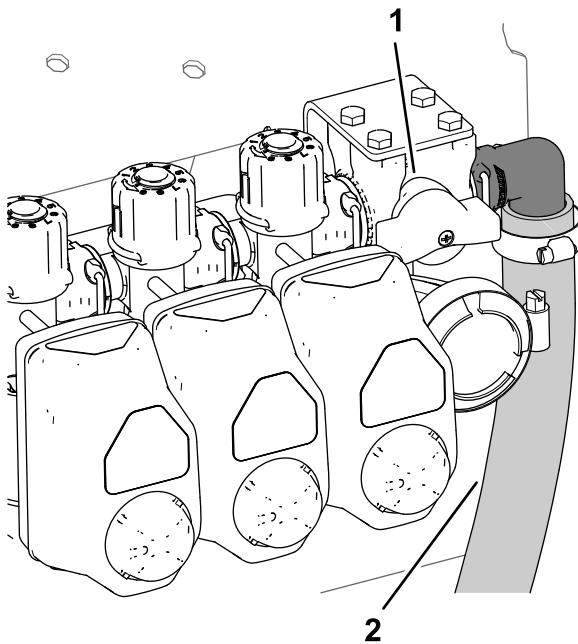
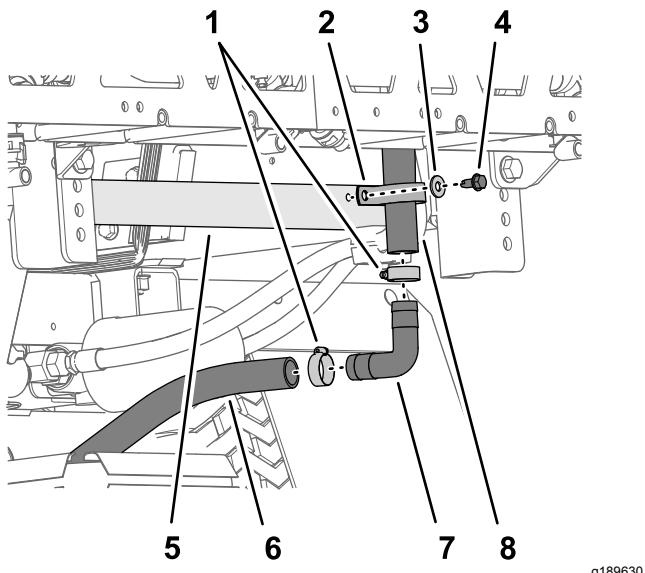

図 40
図 41
1. 上側バイパスホースの低い方の端部で、上側バイパスホースを機体の後サドルプレートに固定しているフランジヘッドボルト5/16" x 3/4"、ワッシャ 5/16"、Rクランプを取り外す図 40と図 41。
2. 上側バイパスホースと下側バイパスホースをバーブ付き90°フィットティングに固定しているホースクランプ2個を外す図41。
3. バーブ付き90°フィットティングをホースから外す図41。